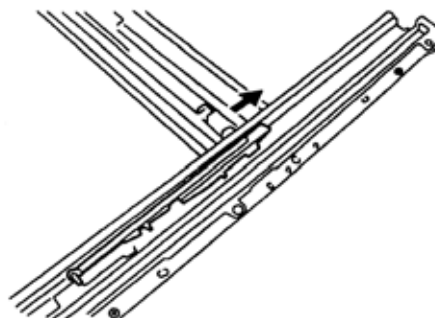

图 9-214
9)拆下左侧滑动天窗驱动电缆。向后移动驱动电缆, 把它拆下来, 如图 9-214 所示。